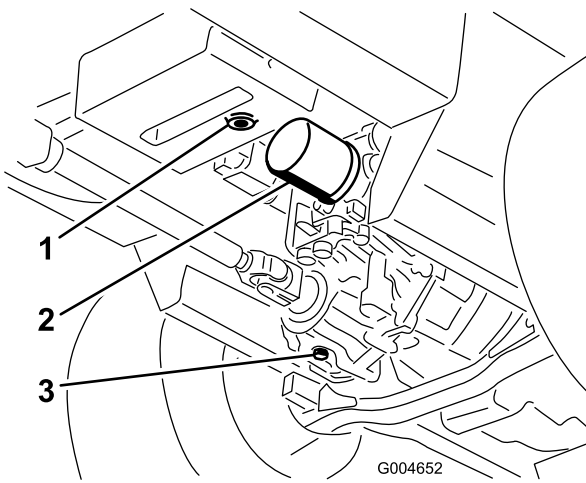

Bild 67
- Reinigen Sie den Bereich um den Hydraulikölfilter und nehmen Sie den Filter ab (Bild 67).